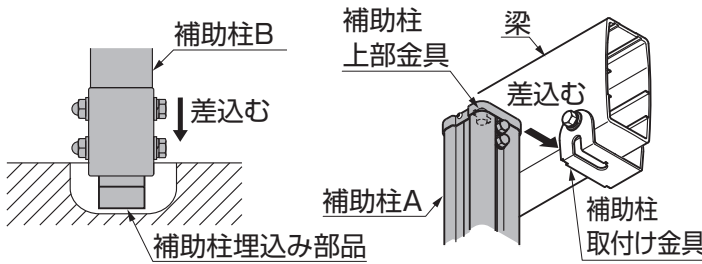

図3-1
- ①補助柱下部を補助柱埋込み部品に差込みます。(図3-1参照)